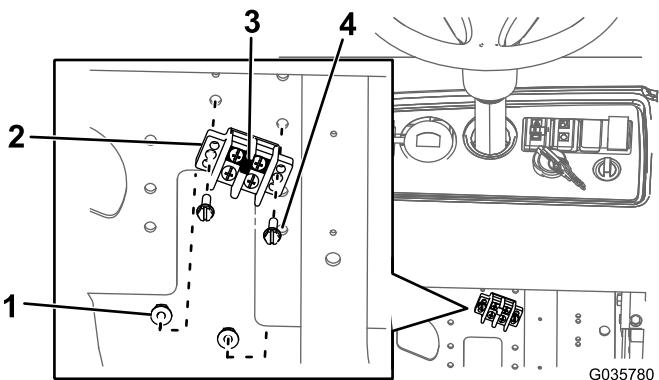

Figure 13
- Installez la bride de connexion sur le bloc de mise à la masse (Figure 13).
- Fixez le bloc de mise à la masse sur la plaque de montage à l'aide de 2 boulons (n° 10 x 3/4") et 2 écrous (n° 10), comme montré à la Figure 13.